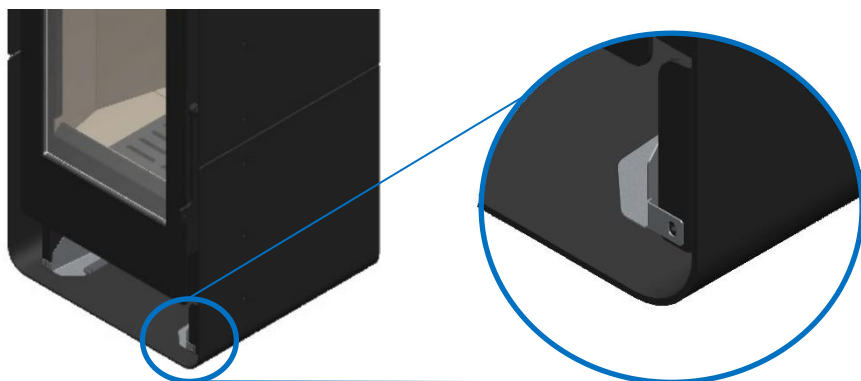

Figura 39 - Fixação do kit de ventilação na salamandra Tek Round Eco
* Posteriormente, coloque o kit de ventilação no equipamento fazendo coincidir a furação deste com a da salamandra, Figura 39;